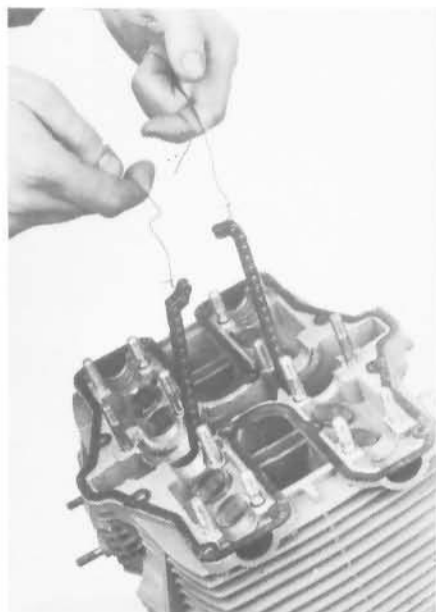

Fig. 54
- 4) Nell'infilare la testa sui cilindri tenere tesi i due rami della catena (Fig. 54). Occorre usare lo stesso accorgimento ogni qualvolta si deve ruotare l'albero motore con la catena aperta.
- 4) When fitting the head on the cylinder block, pull the two chain ends taut (Fig. 54). This rule is to be observed every time the crankshaft is turned and the cam chain is not joined.